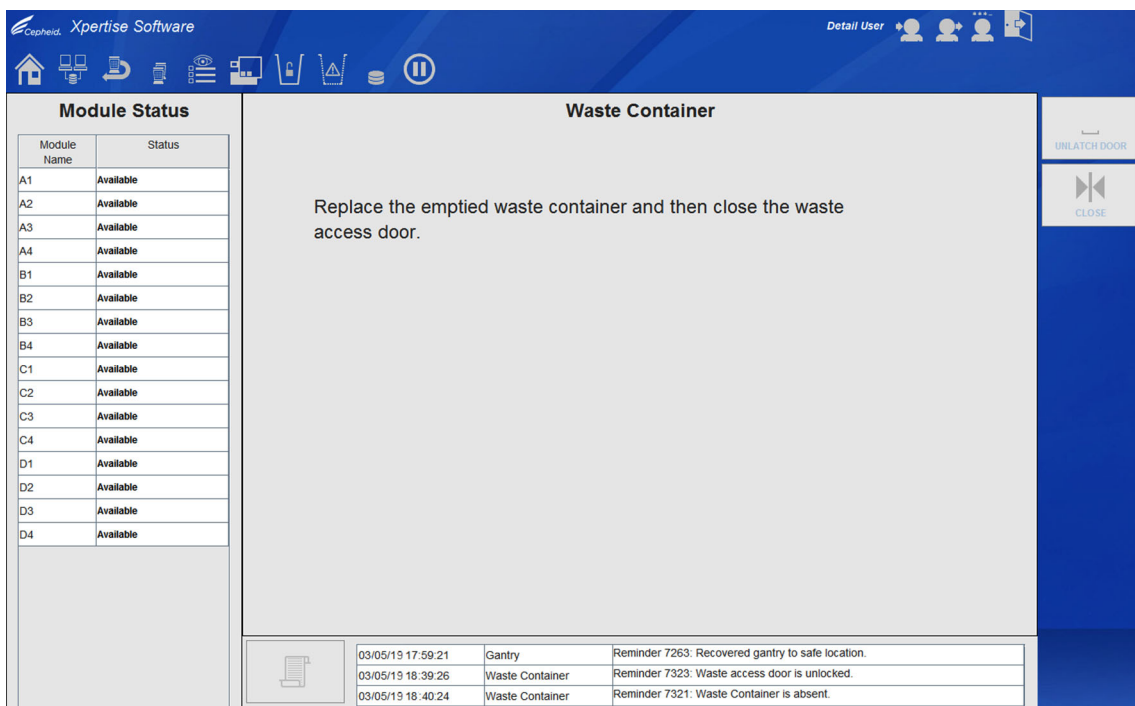

图 9-42. 废物容器 (Waste Container) 工作区 – 清空废物容器并关闭废物容器门
- A. 打开入口门（请参见图 9-43A）。废物容器 (Waste Container) 工作区变为图 9-42中显示的工作区。